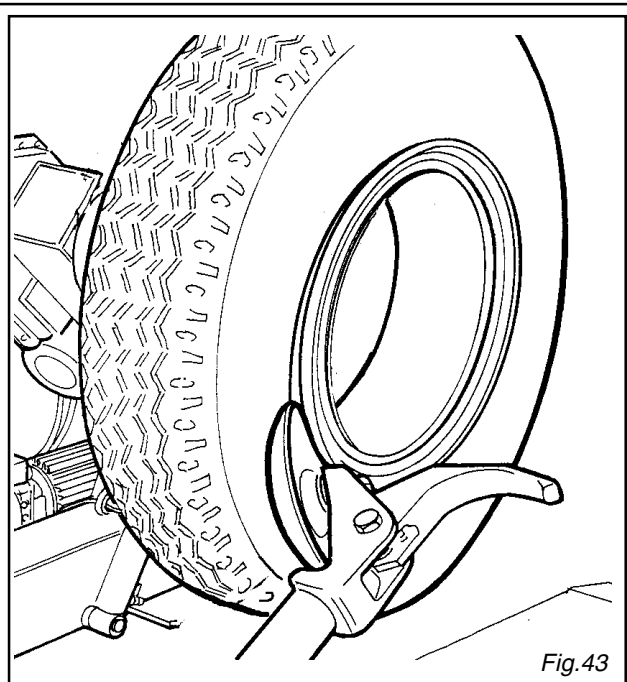

Fig. 43
7) Posizionare il cerchietto sul cerchio, quindi montare l'anello di bloccaggio aiutandosi con il disco stallonatore come in Fig. 43.
7) Put the split-ring on the rim and then install the locking ring with the help of the disk as shown in Fig. 43.
7) Positionner le cercle sur la jante, puis monter la bague de blocage à l'aide du disque décolle-talons comme illustré dans la Fig. 43.
7) Den Spaltring auf der Felge anordnen, dann den Sperring montieren, wobei man sich wie in Abb. 43 gezeigt mit dem Abdrückscheibe hilft.